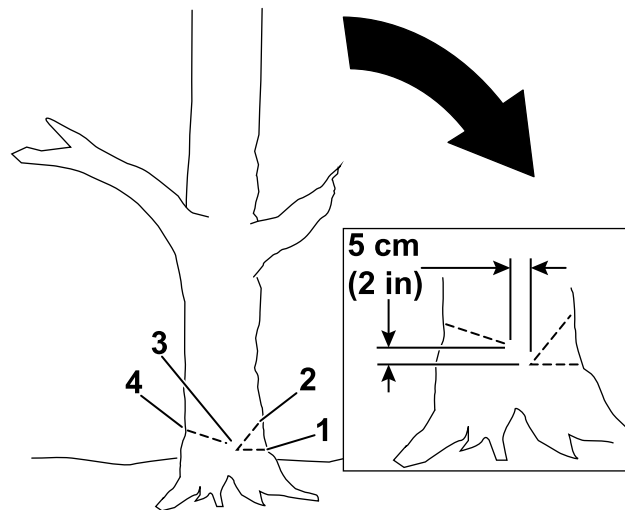

Figure 16
- Commencez par couper le tiers du diamètre de l'arbre, du côté où vous voulez qu'il tombe (Figure 16).
- Faites une deuxième coupe pour former une entaille, en commençant à au moins 5 cm au-dessus de la première coupe (Figure 16).
- Faites la coupe d'abattage du côté opposé à l'entaille, à peu près 5 cm plus haut que le bas de l'entaille, comme montré à la Figure 16.
**Important:** Arrêtez la troisième coupe 2,5 à 5 cm avant l'entaille pour former une charnière entre les coupes (Figure 16), ce qui empêche l'arbre de s'abattre dans la mauvaise direction ou de pivoter dans sa chute.
**Remarque:** Quand la coupe d'abattage se rapproche de la charnière (Figure 16), l'arbre devrait commencer à tomber.